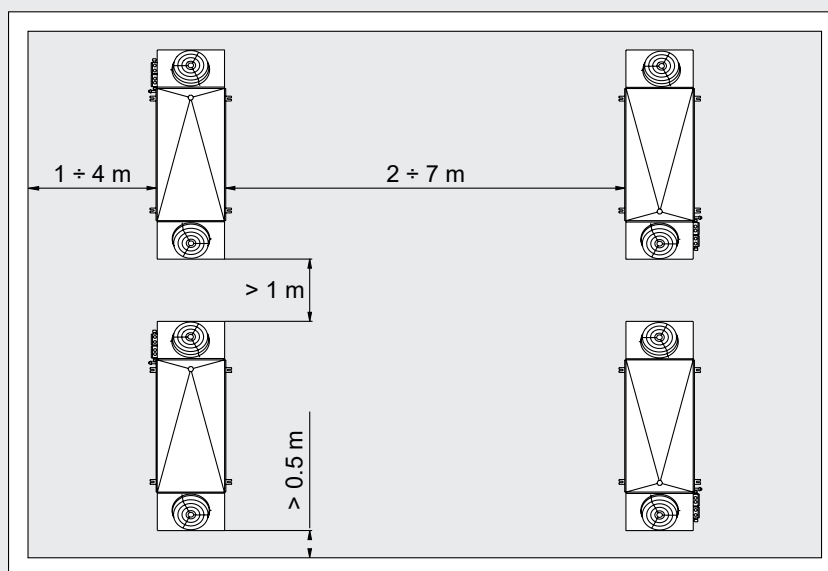

Abbildung 4
- 6.9 Sorgen Sie für ein ausreichendes freies Volumen (ca. 30% des Innenvolumens der Zelle) für eine ordnungsgemäße Luftzirkulation am Ein- und Auslass. Sie den Mindestabstand ein, um die Heizgeräte herausnehmen/einsetzen zu können. Bei mehr Luftverdampfern in einer Kühlzelle oder in einem Klimatisierungsraum die in "Abbildung 4" eingetragenen Abstände einhalten.